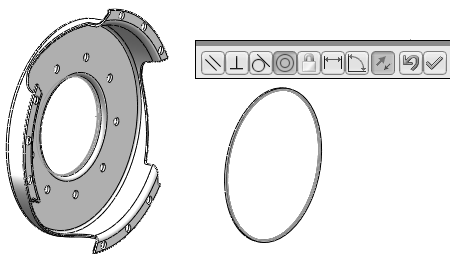

图 6-48 为零部件添加同心配合约束
STEP 3 单击“装配体”工具栏中的“配合”按钮, 选择支撑环内表面和离合器盖内圆面，添加同心配合约束，如图 6-48 所示。